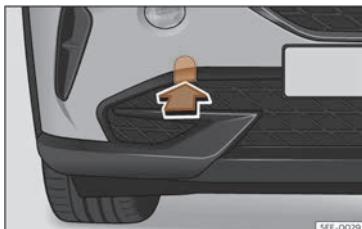

Fig. 44 Du côté droit du pare-chocs avant : retirer le cache.
Le logement de l'œillet de remorquage à visser se trouve sur la partie droite du pare-chocs avant, derrière un cache» fig. 44.
- Retirez le cache en appuyant sur la partie inférieure de ce dernier et laissez-le pendre du véhicule» fig. 44.